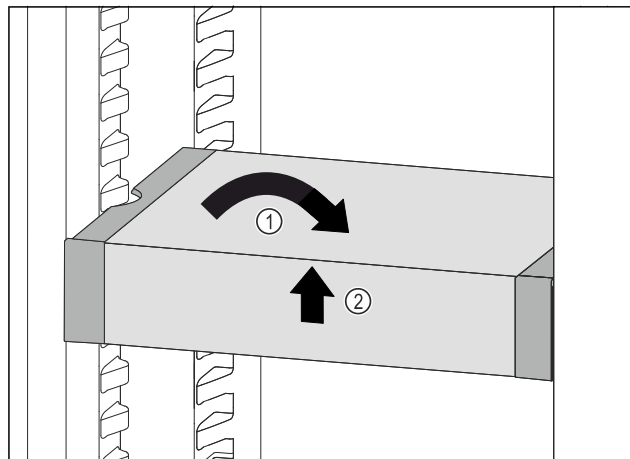

Fig. 157
- Vendosni drejt VarioSafe. Fig. 157 (1)
- Ngrini lart VarioSafe në pjesën përpara. Fig. 157 (2)